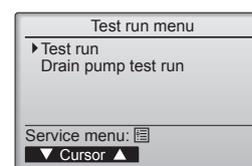

Fig. 7-2
- ② Seleccione "Test run" (Testar funcio.) no menu Teste de funcionamento e prima o botão [OK]. (Fig. 7-2)
- ③ A operação de teste de funcionamento é iniciada, sendo apresentado o ecrã da operação do Testar funcionamento.
#### 7.3. Autoverificação (Fig. 7-2)